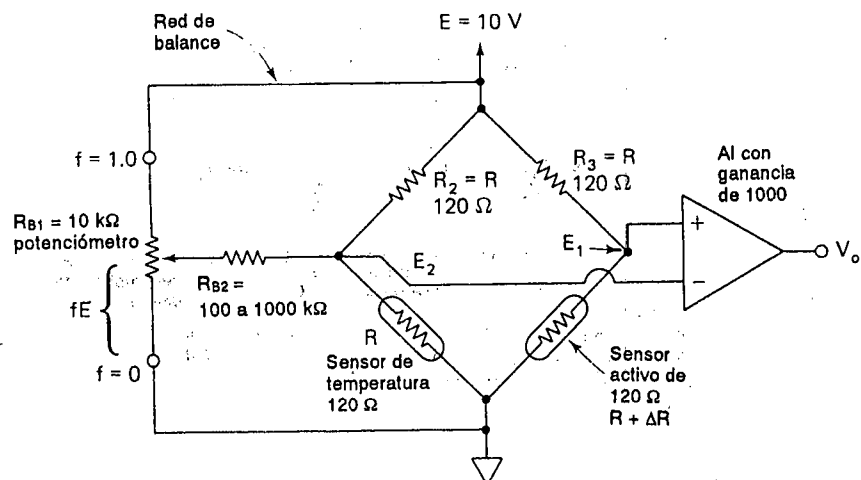
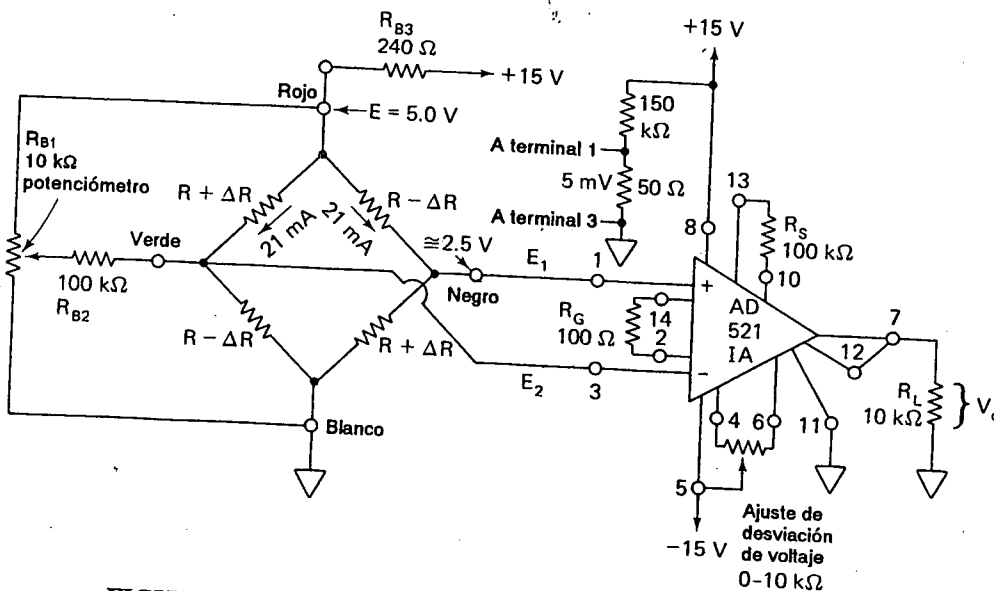

FIGURA 8-17 Mejora a la red de balance R_{B1} y R_{B2} que permite un ajuste fácil de V_o a 0 V.
FIGURA 8-19 El amplificador de instrumentación AD521 se usa para amplificar la salida de los cuatro sensores activos [véase la figura 8-18(c)].
Para analizar la operación del circuito balanceado en la figura 8-17, suponga que las resistencias del puente R_2 y R_3 son razonablemente iguales, $\pm 1\%$. Los sensores de deformación deben tener resistencias iguales dentro de varios millonésimos de ohm si el sensor de trabajo no está bajo deformación.
Por supuesto cada arreglo puente en la figura 8-18 debe conectarse a un circuito de balanceo [el cual, por claridad no se muestra; (véanse la figura 8-17 y la sección 8-10)].
Como se muestra en la figura 8-19, un amplificador de instrumentación (IA) AD521 (Analogic Devices) se conecta a un arreglo de puente de cuatro sensores de deformación. Los sensores de deformación son de $120\ \Omega$, SR4, de tipo hojuela. Están montados en una barra de acero de acuerdo con la figura 8-18(c). También está conectado el circuito de balanceo de la figura 8-17 al puente de sensores de deformación. R_{B2} se seleccionó, después de experimentación como $100\ \text{k}\Omega$. Los sensores de deformación se montaron estrictamente de acuerdo con las instrucciones del fabricante (BLH Electronics, Inc.)
El puente de la figura 8-19 se usa para medir la deformación resultante de la deflexión de una barra de acero. V_o se mide para ser 100 mV. Calcule (a) ΔR ; (b) $\Delta R/R$; (c) $\Delta L/L$. Suponga que se siguió el procedimiento de calibración y que la ganancia del paso 3 es 1000. El factor del sensor es 2.0.